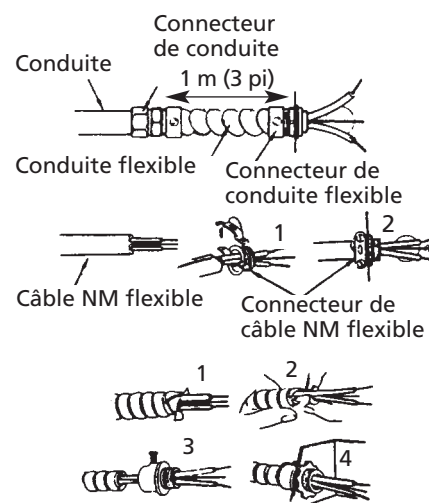

Figure 6 – Connecteurs, câble et articles de quincaillerie utilisés pour câbler le radiateur
- Fixer le connecteur de câble sur l'appareil (voir la Figure 6) et faire glisser le fil de calibre 10 au travers du connecteur de câble.
**REMARQUE :** Certaines applications pourraient exiger une conduite (voir Figure 6). Vérifier les codes locaux de l'électricité. Si le câblage est acheminé dans la conduite et que l'on désire tourner le radiateur, s'assurer d'acheter suffisamment de conduite flexible pour pouvoir effectuer cette manœuvre.